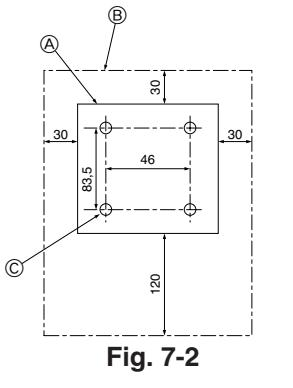

Fig. 7-2
(1) Välj installationsplats för fjärrkontrolleken. (Fig. 7-2)